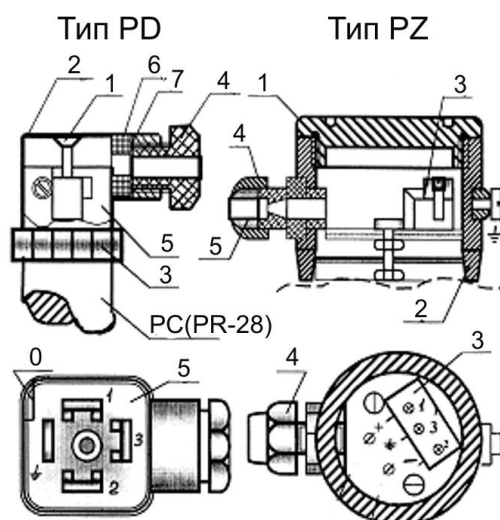

Рисунок 4 - Виды электрических присоединений PD, PZ
2.2.17 Для электрического присоединения с разъёмом типа PD (штепсельный разъём) (см. рисунок 4) необходимо:
2.2.19 Для электрического присоединения с разъёмом типа PZ (см. рисунок 4) необходимо:
2.3.1.4.1 Для электрического присоединения с разъёмом типа PD (рисунок 4):
Для электрического присоединения с разъёмом типа PZ (рисунок 4):